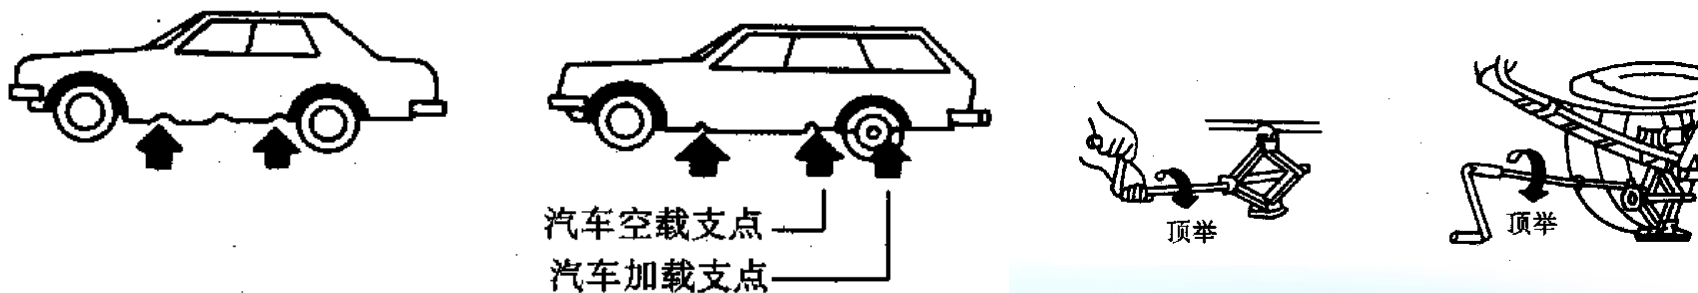

图2-39 机械式千斤顶支车方法
- ❖ 用千斤顶顶车时，应注意千斤顶顶车的部位，严格按各种车型各自的要求进行，图2-39所示。